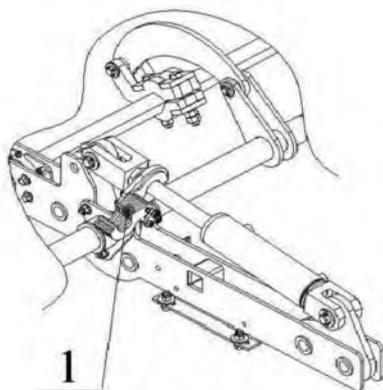

Рисунок 6.
Для регулировки глубины посева необходимо использовать набор клипс (1) (рис. 6) на гидроцилиндрах механизма подъема секций. Для увеличения глубины - необходимо убрать из набора клипсы. При уменьшении - добавить. При этом глубину необходимо каждый раз контролировать в поле.